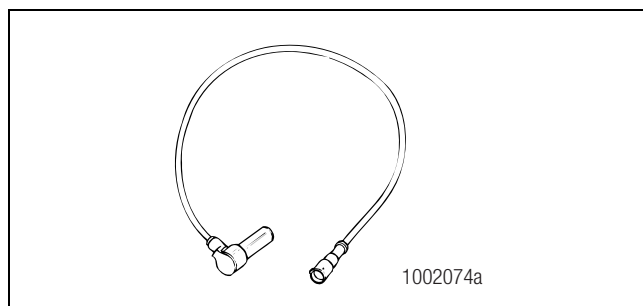

Figura 2.2
- Mide la velocidad de un aro dentado que gira junto con la rueda del vehículo. Figura 2.2.